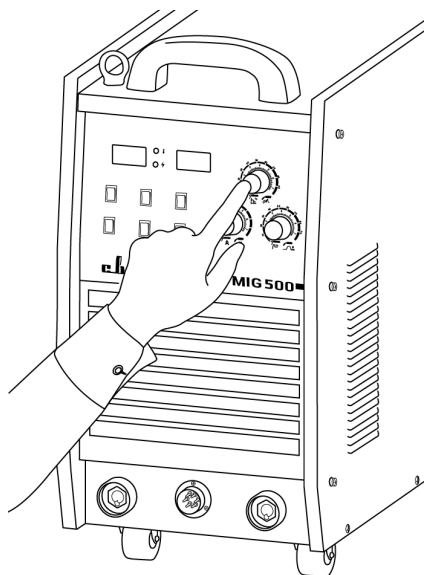

Рис. 10.5. Регулятор форсажа дуги.
4. Установите значение форсажа дуги (См. рис. 10.5).